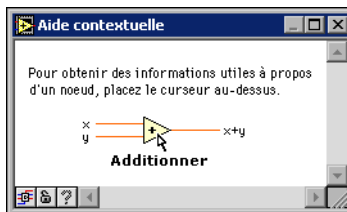

Figure 2-2. Fenêtre d'Aide contextuelle
5. Si la fenêtre d'**Aide contextuelle**, représentée dans la figure 2-2, n'apparaît pas, sélectionnez **Aide**»**Aide contextuelle** pour l'afficher.